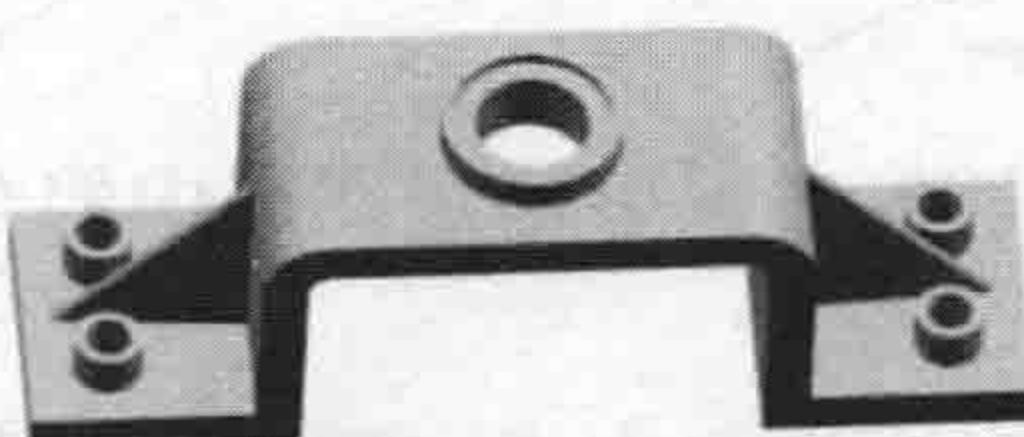

图 1-16 着色
- 【着色】：用光顺着色和打光渲染工作视图中的面（不显示面的边），如图 1-16 所示。